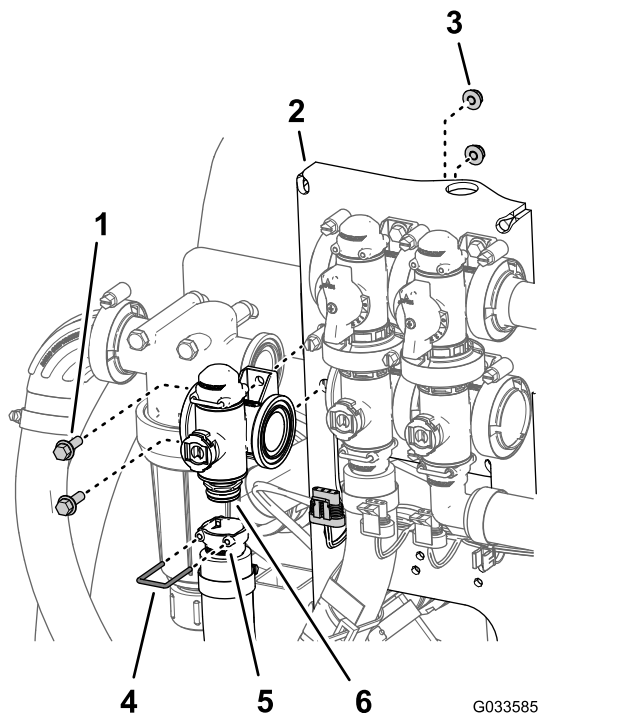

Figura 114
2. Retire o retentor que fixa a união de saída ao coletor para a válvula de controlo de aplicação (Figura 114).
3. Retire os dois parafusos de cabeça flangeada (1/4 pol. x 3/4 pol.) e as duas porcas flangeadas (1/4 pol.) que prendem a válvula de controlo de aplicação à montagem da válvula e retire o coletor da válvula da máquina (Figura 114).